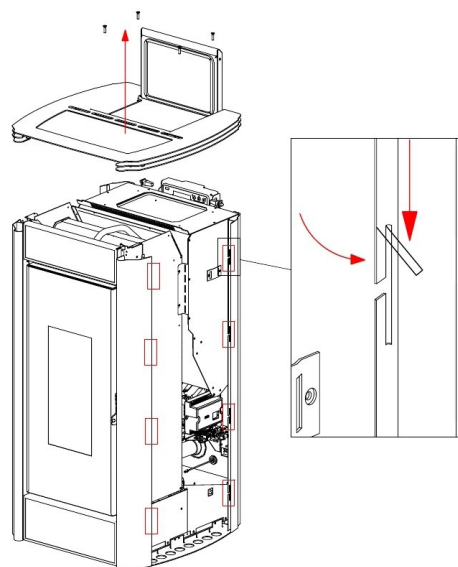

Fig. 24 - De tongetjes plooiën
- Met de vinger de bovenste tongetjes op de zwarte profielen naar buiten plooiën (zie **Fig. 24 op pag. 19**).